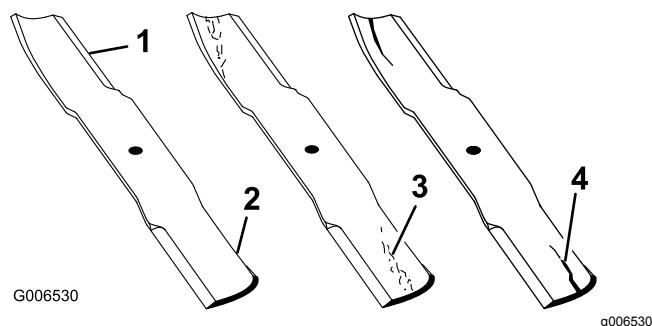

Bild 32
2. Prüfen Sie die Schnittkanten des Messers sorgfältig, insbesondere dort, wo die geraden Flächen die gebogenen berühren (Bild 32). Da Sand und anderes reibendes Material das Metall abschleifen kann, das die flachen mit den gebogenen Teilen verbindet, müssen Sie das Messer vor jedem Einsatz der Maschine prüfen. Wenn Sie Abnutzungen (Bild 32) feststellen, tauschen Sie das Messer aus, siehe Entfernen und Einbauen der Messer (Seite 22).
Wenn sich das Messer abwetzen kann, bildet sich ein Schlitz zwischen dem Windflügel und dem flachen Teil des Messers (Bild 32). Zuletzt kann sich ein Stück des Messers lösen und aus dem Gehäuse herausgeschleudert werden. Das kann zu schweren Verletzungen bei Ihnen selbst und Unbeteiligten führen.